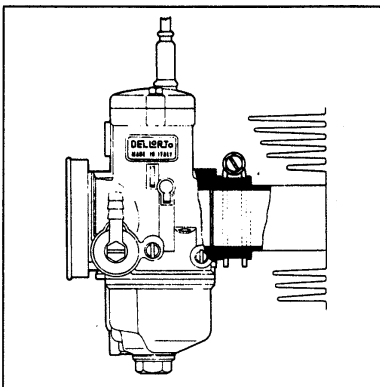

Bild 5
- B - Klemmung auf starrem Ansaugstutzen (Bild 5)
Zu beachten ist, dass die Anschlussvarianten aus Bild 5 und 6, eine geeignete Wärmeisolation und einen perfekten, luftdichten Sitz aufweisen müssen.